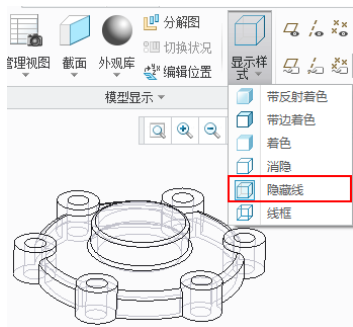

图 1-28 “隐藏线”样式
- 隐藏线：模型以线框形式显示，可见的边线显示为深颜色实线，不可见的边线以灰色显示，效果如图 1-28 所示。